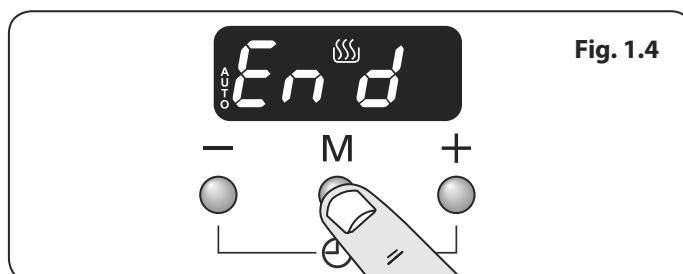

Fig. 1.4
1. Appuyer sur le bouton mode [M] 3 fois, jusqu'à ce que l'écran clignote (Fin) (**Fig. 1.4**).